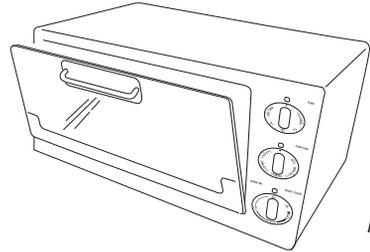

Abb. 1
- Die Speise, die gegrillt werden soll, auf das Diätgitter (P) legen, das auf die Fettpfanne (H) aufgelegt wurde, und das Ganze in Führung 1 einschieben.
- Die Türe schließen, so dass sie einrastet (siehe Abbildung 1).
- Den Schalter zur Funktionsauswahl (D) auf Stellung drehen.
- Timer-Drehknopf (B) im Uhrzeigersinn drehen.
- Nach dem Ende des Garvorgangs den Timer-Drehknopf (B) per Hand auf „0“ zurück stellen.
- Den Thermostatschalter (A) auf Stellung drehen.